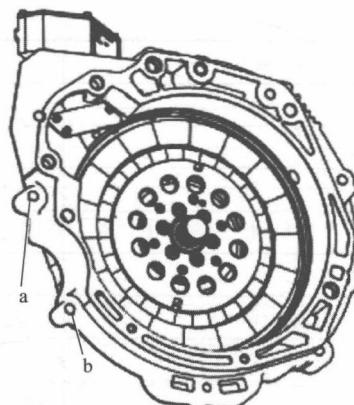

图 1-2-3
(5) 电动机与 CVT 的安装
① 先安装两颗定位销（型号为 1000013-A01）到电动机上，再将 CVT 安装到电动机上，将与定位销对应的螺栓装入并预紧，然后再将其余螺栓装入。其中 a、b 号螺栓由电动机端拧入 CVT 变速器，力矩为 $45\text{N}\cdot\text{m} \pm 2\text{N}\cdot\text{m}$ ，其余都是由 CVT 拧到电动机端（图 1-2-3）。
② 电动机安装完并完成与整车的装配后，需安装三相线（快插）以及低压接插件。